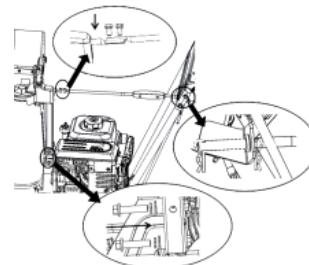

Рис. 7 Фиксация жёлоба на корпусе
Стойку механизма поворота жёлоба установите в кронштейн (Рис.7) и закрепите её двумя болтами M8 × 40 с пружинными и обычными шайбами.
6. Присоедините тягу к рычагу переключения передач. Установите тягу с коротким изогнутым концом в отверстие кронштейна рычага переключения передач, затем оденьте шайбу и вставьте шплинт (Рис. 7). Второй конец с шайбой и пружиной, введите в отверстие кронштейна оси переключения передач с внешней стороны. Закрепите второй конец шайбой и шплинтом.